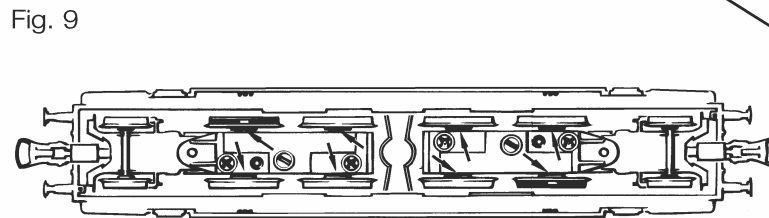

Fig. 9
2. Schmierung: Versehen Sie die im Schmierplan in Fig. 9 - gekennzeichneten Stellen mit nur kleinen Öltropfen. Dazu zuerst das Lokgehäuse abnehmen (Fig. 3). Wir empfehlen den ROCO Öl Art.-Nr. 10906. Fürs Schmieren der Getriebeteile (Zahnräder, Schnecke) empfehlen wir das ROCO-Spezialfett Art.-Nr. 10905. Im Falle der Schmierung diese Teile nicht ölen.
2. Graissage: N'appliquez **qu'une tout petite goutte** aux endroits indiqués par le plan de graissage (fig. 9) après avoir démonté la caisse de la locomotive (fig. 3). Nous vous recommandons **le graisseur à huile Roco réf. 10906**. Pour graisser les engrenages (roues dentées, vis sans fin) nous vous conseillons la **graisse spéciale Roco réf. 10905** pour engrenages en matières synthétiques. Lorsque vous utilisez cette graisse il faut éviter d'huiler ces composants.
2. Lubrication: Apply **tiny oil drops** to spots marked in fig. 9. Prior to lubrication remove loco body (fig. 3). We recommend using item no. **10906, Roco oiler**. For lubrication the gear-parts (e.g. cog-wheels, worm) we would recommend our Roco **special grease** (item no. **10905**).